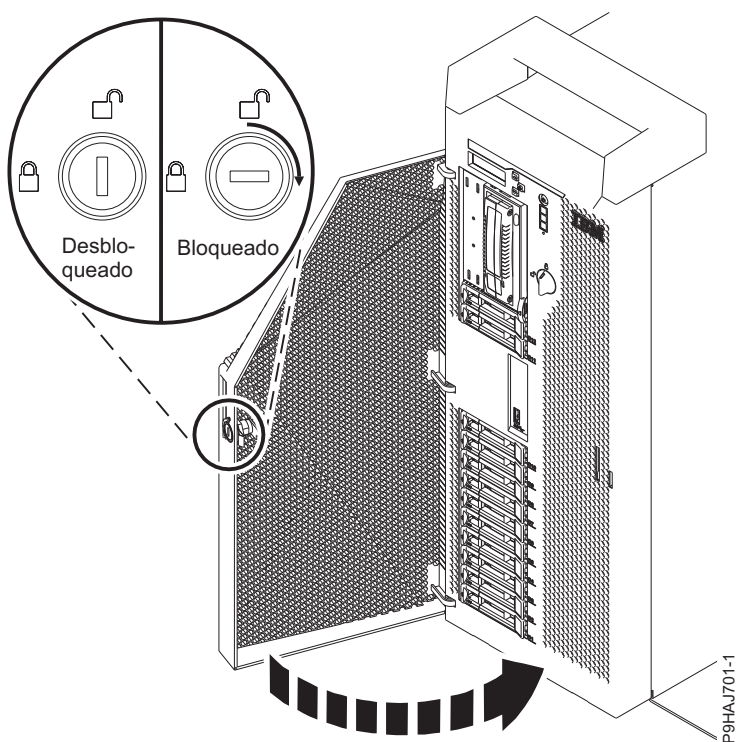

Figura 25. Bloqueo de la puerta frontal
5. Cierre la puerta frontal. Inserte la llave de la puerta frontal en la cerradura como se muestra en la Figura 25. Gire la lleva a la derecha (en el sentido de las agujas del reloj) para bloquear la puerta. En el sentido horizontal queda bloqueado; en el sentido vertical queda desbloqueado.